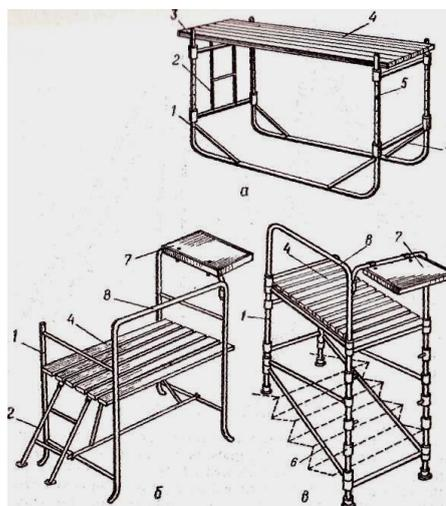

Рис. 24.12. Пересувні інвентарні столики:
*Пересувний різновисотний столик* (рис. 24.12, а) виготовляють з труб або кутникової сталі. Він складається з чотиристоякового опорного каркаса, драбини і дерев'яного настилу. У кожній конструкції столика передбачено піднімання настилу за рахунок висувних стояків, які переміщують уздовж нерухомих стояків і закріплюють штирями або спеціальними затискними гвинтами на потрібній висоті (від 0,7 до 1,7—2,5 м). Як настил використовують інвентарний дерев'яний щит розміром від 60x120 до 80x160 см. Для влаштування штукатурного помосту водночас встановлюють кілька столиків на певній відстані один від одного, а прольоти між ними перекривають інвентарними щитами.
*Двовисотний столик* (рис. 24.12, б) складається з опорного каркасу, драбини, захисних засобів (поручнів), настилу і полиці для розміщення пристроїв та інструменту. Столик призначений для виконання
*Універсальний столик* (рис. 24.12, в) складається з чотиристороннього прямого опорного каркасу, різновисотного опорного каркасу, драбини, настилу і полиці. Столик призначений для виконання опоряджувальних робіт в приміщеннях заввишки 2,5—2,7 м, а також у сходових клітках. Конструкція його дає змогу фіксувати положення настилу у двох рівнях. Працюючи у звичайному приміщенні, настил можна встановити на висоті 0,7 або 0,9 м. Для роботи на сходовій клітці до столика приєднують різновисотний опорний каркас, обладнаний підкосом. При такому положенні столика настил можна встановити на висоті 0,75 або 0,95 м. Робоча площадка столика становить 60х100 см, маса його — 24 кг.